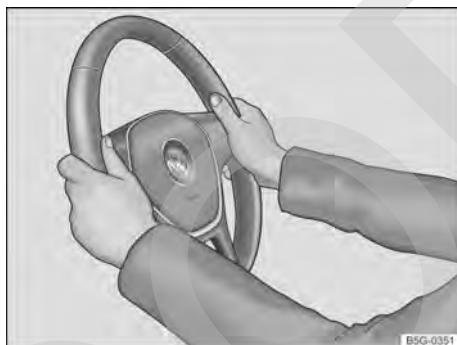

Fig. 80 En el volante: posición equivalente a las 9 y las 3 horas.
- Ajuste el volante de forma que pueda sujetarlo con las dos manos por los lados, por su parte exterior, en la posición equivalente a las 9 y las 3 horas → fig. 80 con los brazos ligeramente flexionados.
- Con el fin de reducir el peligro de sufrir lesiones en caso de que se dispare el airbag frontal del conductor, durante la conducción sujete siempre el volante por los lados, por su parte exterior, con las manos en la posición equivalente a las 9 y las 3 horas → fig. 80.